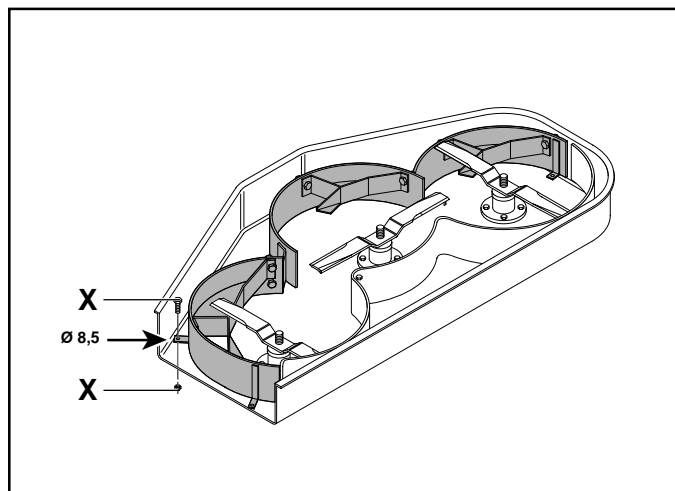

Fig. 10
Posizionare il complessivo così ottenuto all'interno della scocca (Fig. 10) e assicurarsi che le lame possano girare liberamente.
Successivamente forare la scocca usando come maschera il complessivo appena posizionato (Fig. 10) e assicurarsi che le lame possano girare liberamente.
Position the finished assembly inside the housing (Fig. 10) and make sure that the blades are free to turn.
Now drill the housing using the positioned assembly as a template (Fig. 10) and again make sure that the blades are free to turn.
Die so erhaltene Einzelteilgruppe innerhalb des Gehäuses (Abb. 10) anordnen und sicherstellen, daß die Messer sich frei bewegen können.
Anschließend das Gehäuse anbohren, wobei die gerade angeordnete Einzelteilgruppe als Schablone benutzt wird (Abb. 10) und sicherstellen, daß die Messer sich frei bewegen können.
Placer l'ensemble ainsi obtenu à l'intérieur du châssis (Fig. 10) et s'assurer que les lames peuvent tourner librement.
Ensuite percer le châssis en utilisant comme gabarit l'ensemble qui vient d'être mis en place (Fig. 10) et s'assurer que les lames peuvent tourner librement.
Fijar las rampas transportadoras (Y) a cada pared con tornillos, y tuercas (W). Colocar todo en el interior del bastidor (Fig.10) y controlar que las cuchillas puedan girar bien.
A continuación, agujerear el bastidor usando como plantilla los elementos ya montados y colocados en él (Fig.10) y controlar que las cuchillas puedan girar bien.